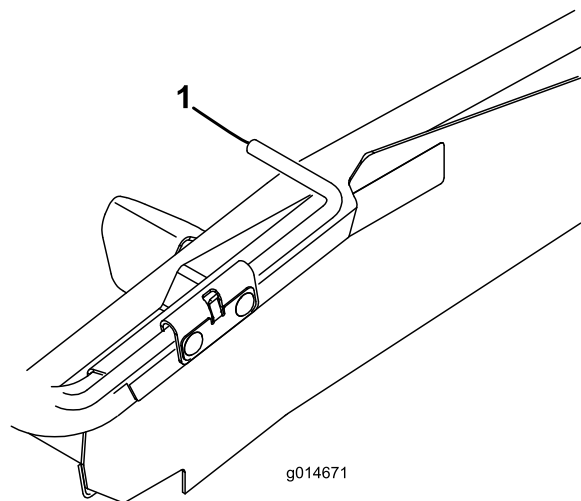
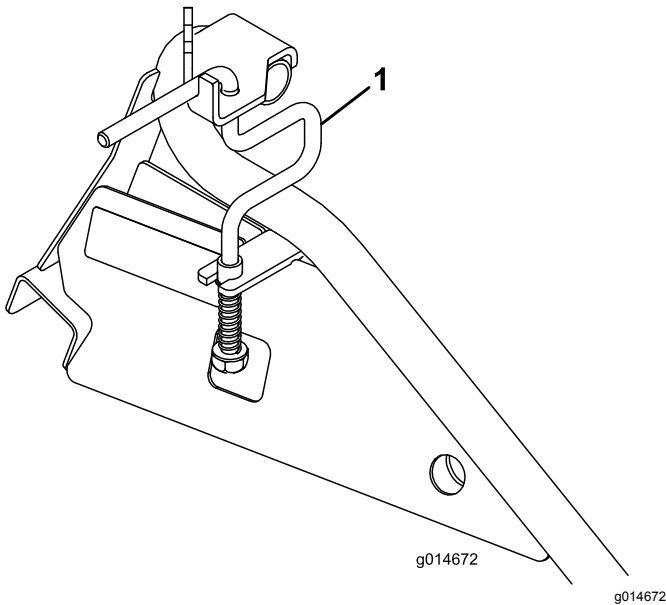

Figure 13
Figure 14
- Sur les rampes plates, faites pivoter les tiges vers le bas, par dessus les roues de transport de la tondeuse (Figure 13).
- Sur les rails, levez la tige de roue et faites-la pivoter derrière les roues de transport de la tondeuse (Figure 14).
2. Sur les rampes plates, faites pivoter les tiges vers le haut (Figure 13) et sur les rails, faites pivoter les tiges de roue parallèles (ouvertes) à la rampe (Figure 14).